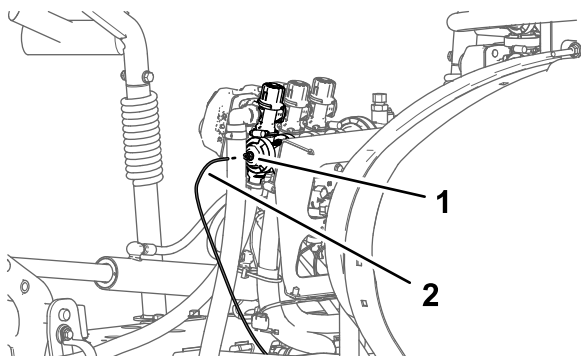

Figura 29
1. Premete sul collare per l'accoppiatore del tubo sul tappo terminale della valvola di sezione delle barre di destra (Figura 29).
2. Tirate il tubo di rilevamento della pressione per il manometro del cruscotto estraendolo dall'accoppiatore del tubo (Figura 29).